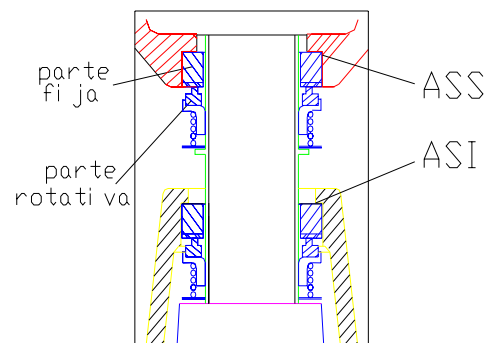

Fig. 10. ➔ Esquema del ajuste de los sellos mecánicos superior e inferior. ASS: Asiento del Sello Superior, ASI: Asiento del Sello Inferior.
2. Desmontar la tapa sello (13) removiendo los dos tornillos que la fijan a la cámara de los sellos, teniendo cuidado con el sello superior cuyo resorte esta en compresión. Limpiar con lija y solvente las paredes internas de la cámara de los sellos, sobre todo si ha ingresado líquido en su interior. Desmontar el O-ring (18) de la tapasello.
6. Montar la parte rotativa y el resorte del sello sobre la bocina, insertando este conjunto sobre el eje hasta que haga tope con el eje, ver la Fig. 10.
7. Colocar el nuevo O-ring (18) en la cámara de los sellos.